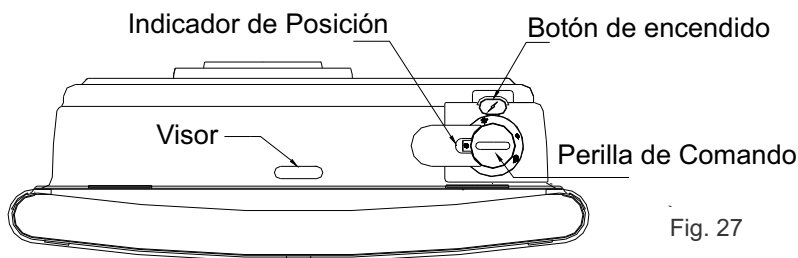

Fig. 27
- Presione a fondo la Perilla de Comando (fig.27) en la posición ● (Cerrado) y gírela hasta que el símbolo ★ (Piloto) quede alineado con el indicador de posición (fig.27).